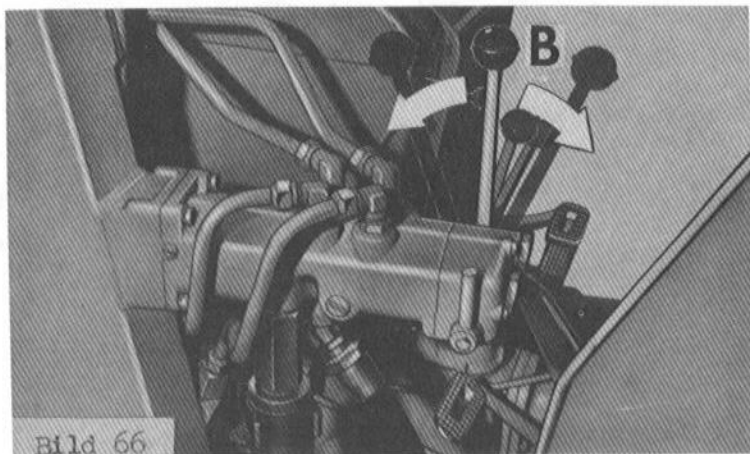

Bild 66
2) Schaufelbedienungshebel (Bild 66)